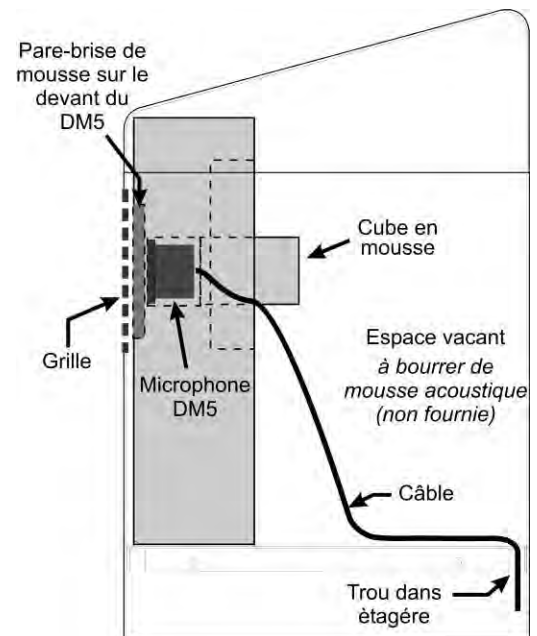

Figure 18. Emplacement-type du microphone dans un haut-parleur, après installation
- Placez le microphone, entouré de son enveloppe en mousse, dans le compartiment, de sorte que l'avant du pare-brise du microphone soit **bien appliqué contre le métal** et centré sur la grille, comme le montre la figure 18.